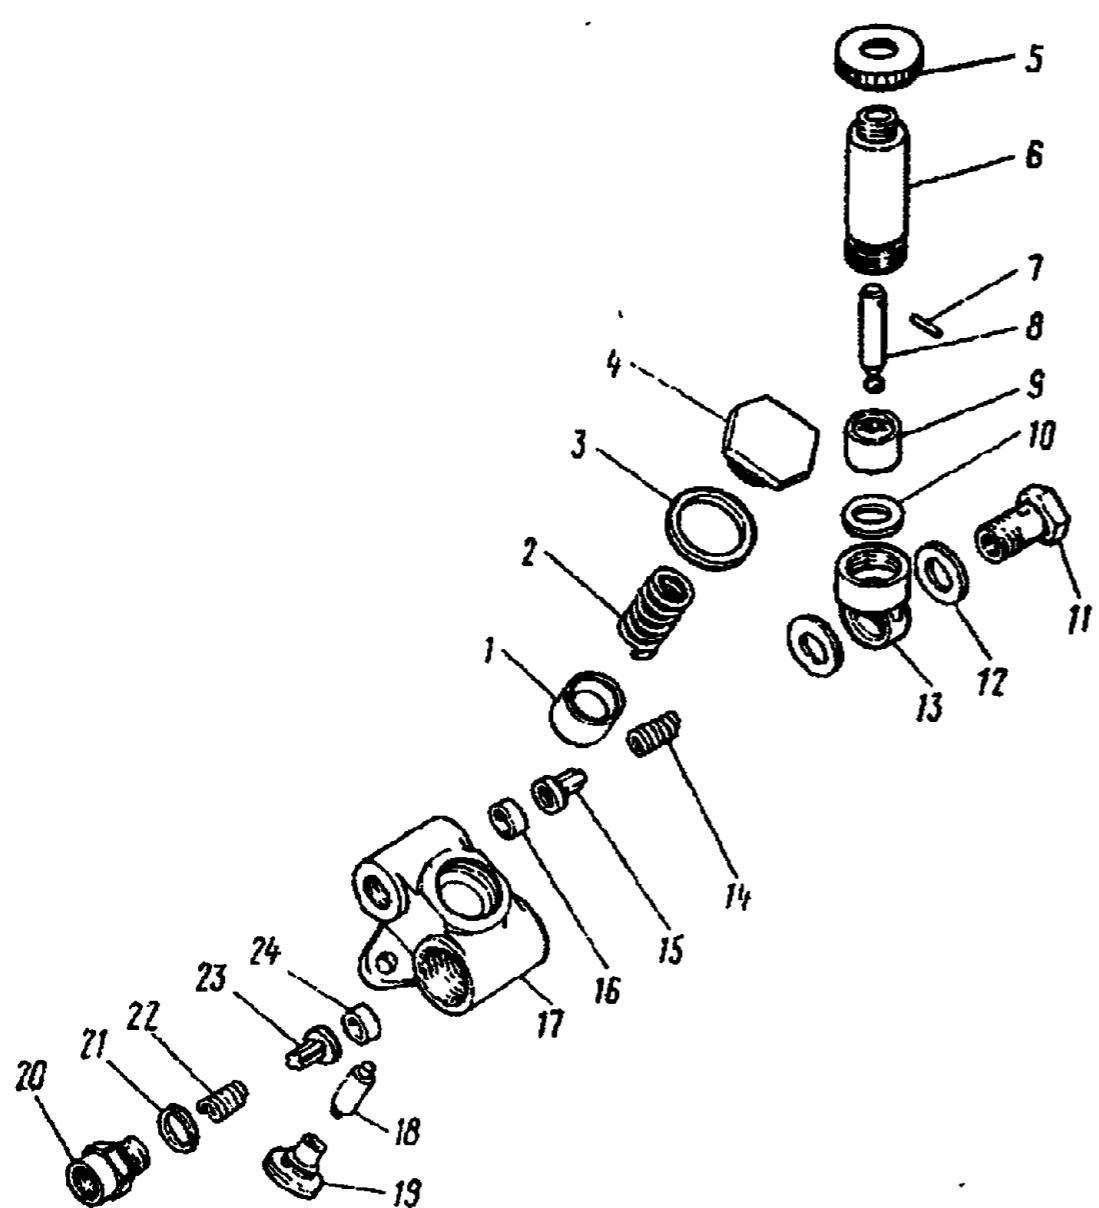

Рис. 90. Насос топливоподкачивающий:
35. Выверните пробку 4 (рис. 90) пружины, снимите прокладку 3, выньте пружину 2 и поршень 1 топливного насоса.	Ключ 32 мм, пинцет